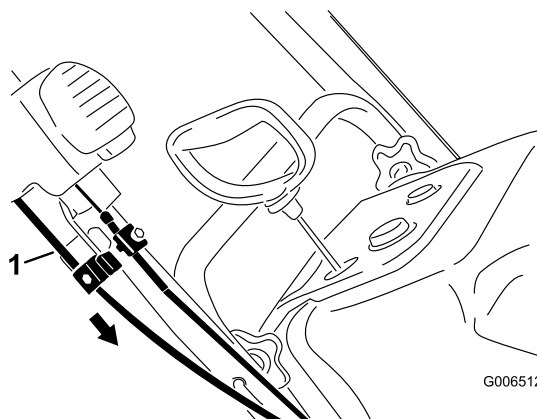

Figure 41
4. Maintenez l'éjecteur dans cette position, tirez sur la gaine du câble inférieur pour tendre le câble complètement, puis serrez la vis du serre-câble solidement (Figure 41).